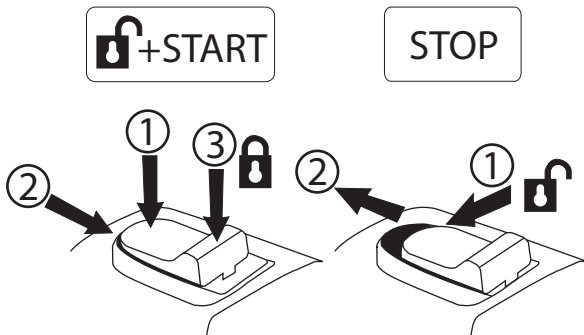

Рисунок 4. Выключатель
- Зафиксируйте ее для продолжительной работы, нажав на выступ (стрелка 3 на рис. 4 слева)
- Чтобы выключить инструмент, нажмите на клавишу выключения в месте, указанном стрелкой 1 (рис. 4 справа) и переместите выключатель в направлении от шлифовального диска.